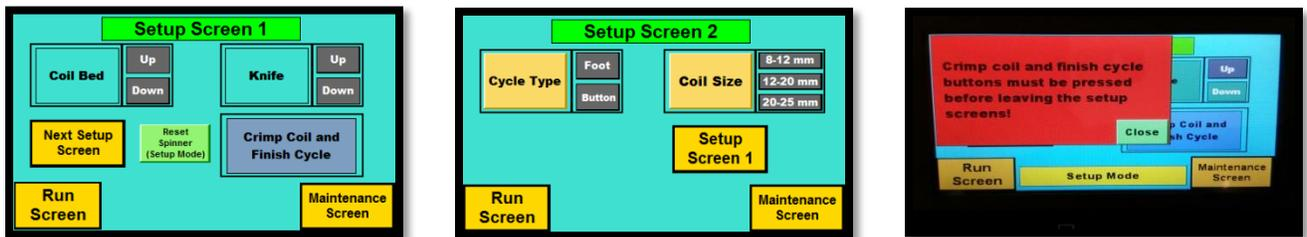

Figura 7
- **Botón de cama de bobina:** Este es el primer botón que se debe presionar durante la configuración inicial. Al presionarlo bajará la cama y sujetará el libro en su posición. Figura 7
- **Botón de cuchillo:** Después de que el conjunto de la ruleta está configurado y la bobina ingresa al libro, los cuchillos deben estar en la posición superior para los ajustes mecánicos. Presione este botón para subir los cuchillos. Figura 7
- **Bobina de crimpado y ciclo de acabado:** Después de ajustar los cuchillos, presione este botón para cortar y engarzar la bobina. También completa el ciclo de la máquina y soltará el libro desde la abrazadera. Figura 7
- **Tipo de ciclo:** Cambie entre la operación del pedal o la operación del botón para comenzar el ciclo. Figura 7
- **Tamaño de bobina:** Alterne este botón para bobinas de varios tamaños. Esto es realmente un retraso de tiempo para permitir que la bobina viaje más lejos para un diámetro más grande o se detenga inmediatamente para una bobina de diámetro pequeño. Aunque los tamaños están listados, puede usar este botón para controlar qué tan lejos viajará una bobina en el libro antes de detenerse. Esto se usa junto con el control de velocidad de la rueda giratoria. Figura 7
- **Pantalla de mantenimiento:** Hay varias configuraciones predeterminadas en esta pantalla que se pueden cambiar. No se puede acceder a esta pantalla sin una contraseña. Figura 7
- **Advertencia emergente:** Si está en medio de una configuración e intenta salir de la pantalla de configuración, aparecerá un mensaje que le informará que debe completar la configuración antes de regresar a la pantalla de ejecución. Figura 7